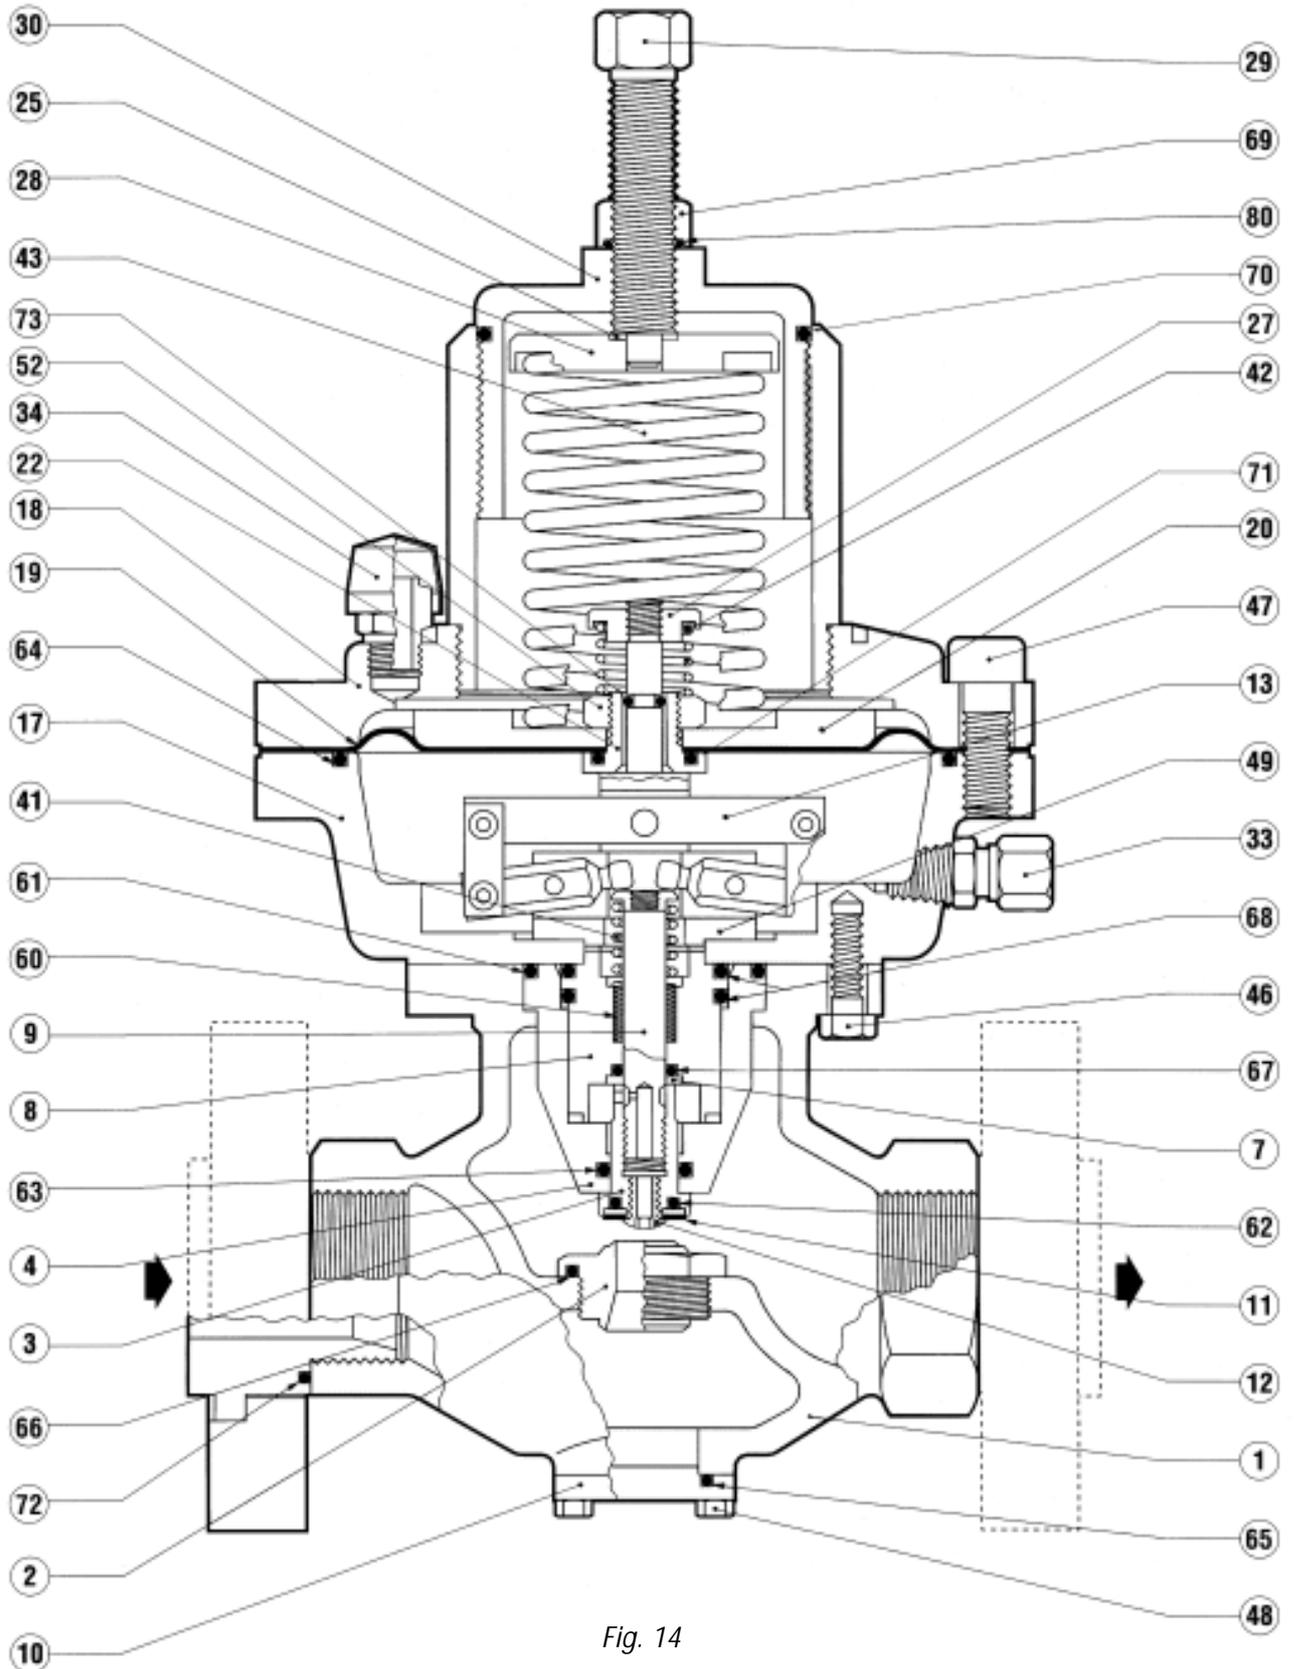

Fig. 14
7.1 TAB. 9 REGOLATORE (FIG. 14)
7.1 TAB. 9 REGULATOR (FIG. 14)
(Le posizioni si riferiscono alla fig. 14)
(The positions refer to fig. 14)